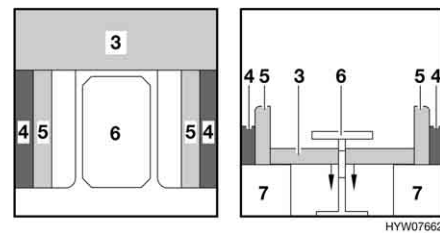

Bild 93 Under ombyggnaden
- Ställ upp sittdynorna (Bild 93,5) rakt.
- Bygg om bordet (Bild 93,6) till sängbotten (se avsnitt 6.12).